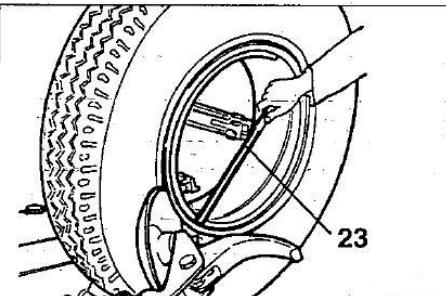

Рис. 32
- 5) Повторите операцию, теперь установите диск приспособления напротив бортового кольца (см. рис. 32). Воздействуя приспособлением, отожмите шину от кольца. Снимите бортовое кольцо с помощью специального рычага LC (23, рис. 32) или диска отрыва борта.
- 5) Повторите данную операцию и переместите диск приспособления к бортовому кольцу (см. рис. 32), отожмите шину от кольца. Снимите кольцо с помощью специального рычага LC (23, рис. 32) или диска отрыва борта шины.